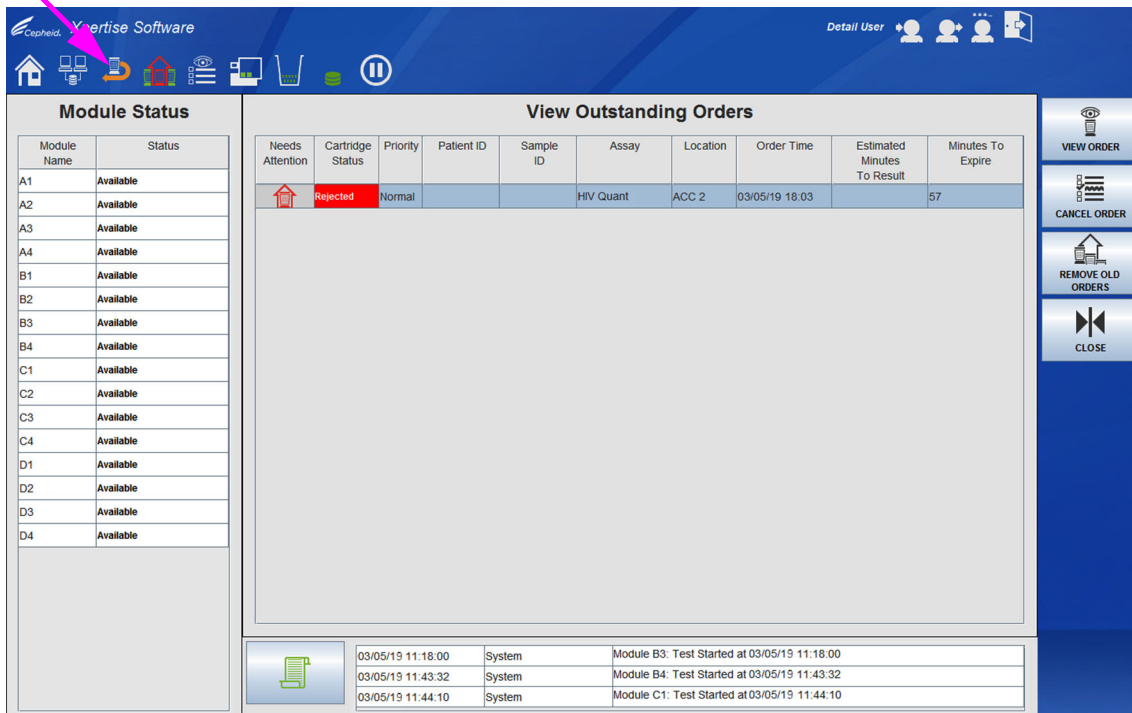
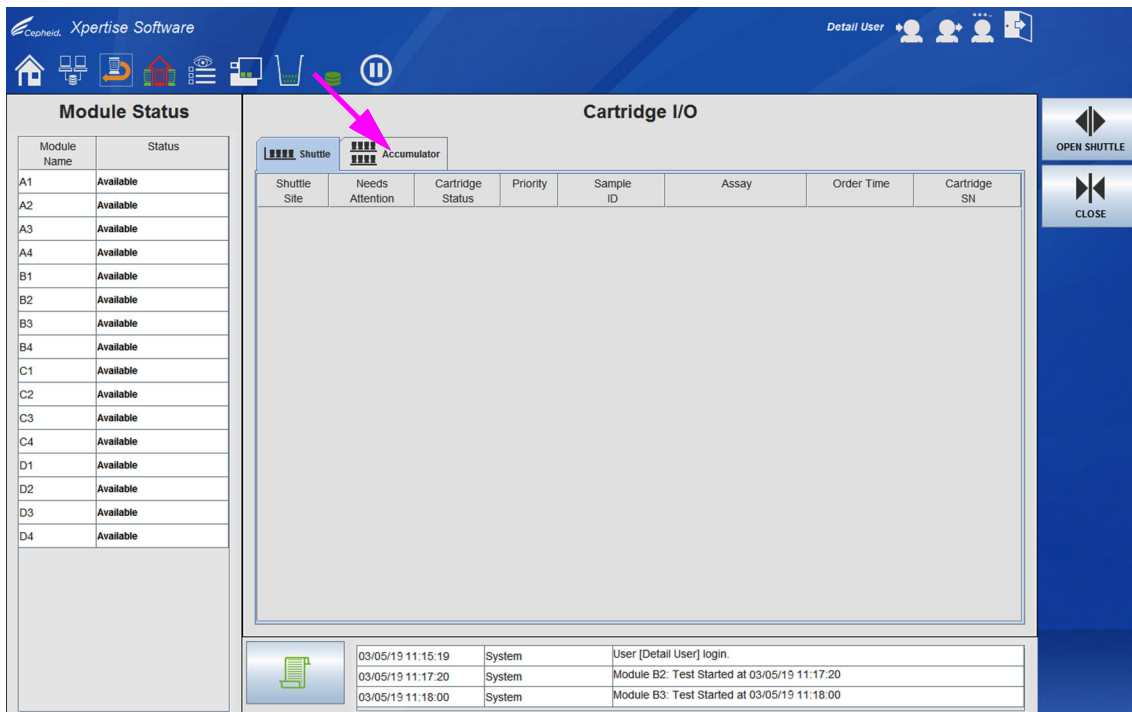
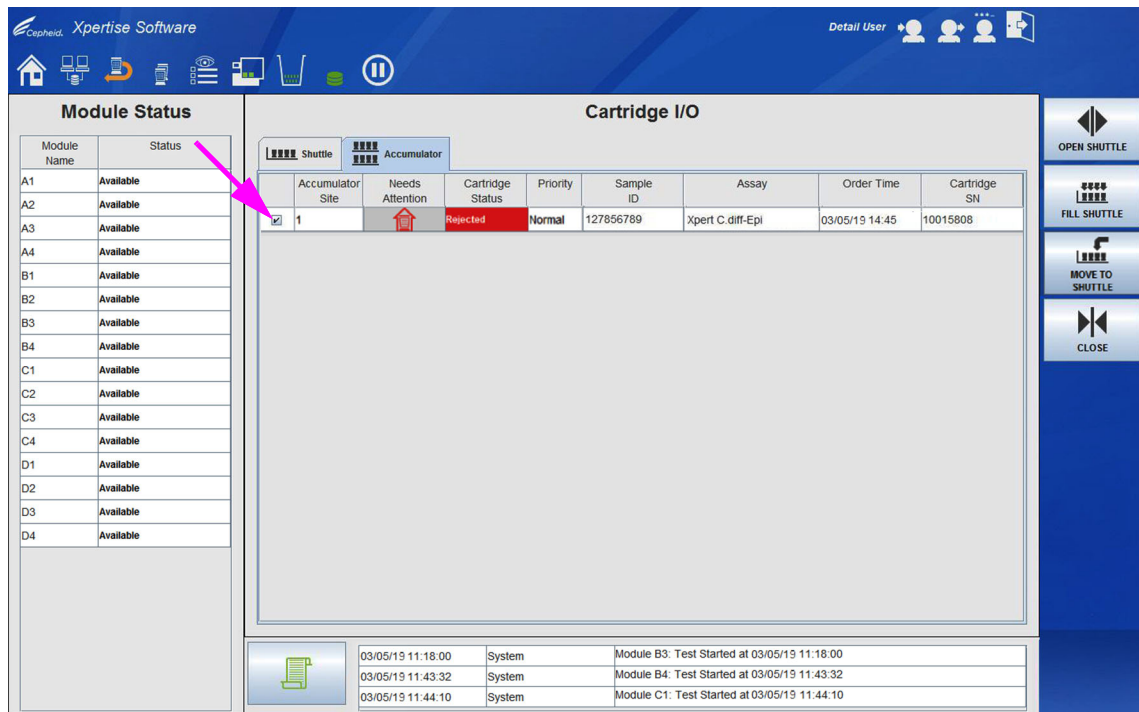

図 10-114. 未処理オーダーの表示ワークスペース、拒否されたカートリッジを表示
図 10-115. カートリッジ I/O ワークスペース、シャトルタブ
図 10-116. カートリッジ I/O ワークスペース、拒否されたカートリッジを示すアキュムレータタブ
4. ダッシュボードパネル（図 10-114 を参照）で、**カートリッジ I/O (CARTRIDGE I/O)** アイコンを選択します。カートリッジ I/O (Cartridge I/O) ワークスペースと、シャトル (Shuttle) タブが表示されます。図 10-115 を参照。
5. カートリッジ I/O (Cartridge I/O) ワークスペース（図 10-115 を参照）で、アキュムレータ (Accumulator) タブを選択します。アキュムレータ (Accumulator) タブには、拒否されたカートリッジが表示されます。図 10-116 を参照。